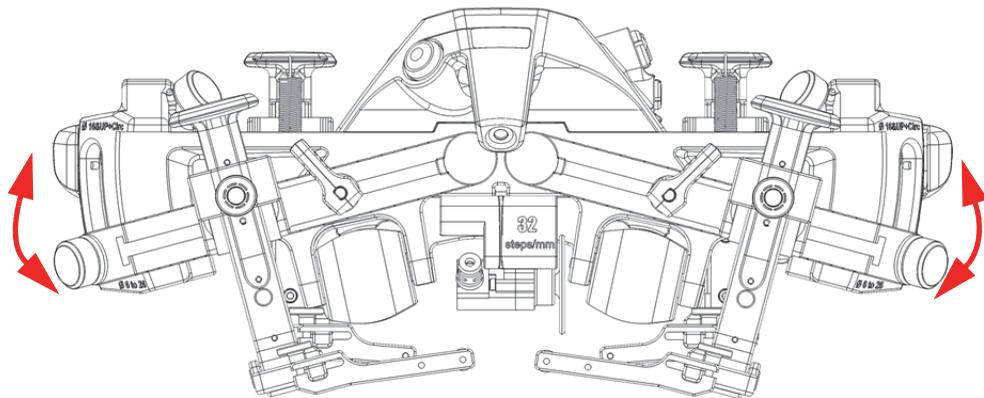

Figure 2-2 Rail de montage du support de sonde en position abaissée
2. Faites pivoter les deux rails de montage du support de sonde jusqu'à ce qu'ils atteignent leurs limites de déplacement (Figure 2-2 à la page 40).